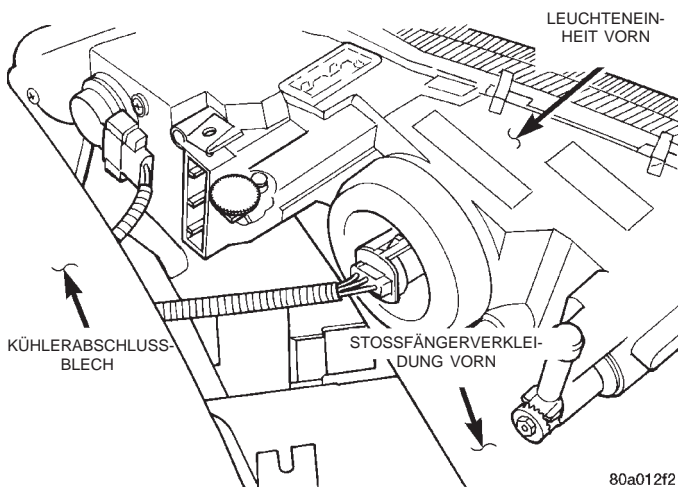

Abb. 3 Leuchteinheit vorn
- (3) Leuchteneinheit vom Kühlerabschlußblech abnehmen (Abb. 3).
- (4) Steckverbinder von der Lampenfassung der Leuchteneinheit abziehen.
- (5) Lampenfassung der Stand-/Blinkleuchte eine Viertelumdrehung nach links drehen.
- (6) Lampenfassung der Stand-/Blinkleuchte von der Leuchteneinheit abnehmen.
- (7) Leuchteneinheit vom Fahrzeug abnehmen.